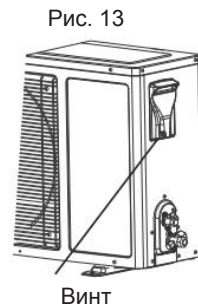

Рис. 13
- Отвинтите и снимите кожух электронного отсека (Рис. 13).